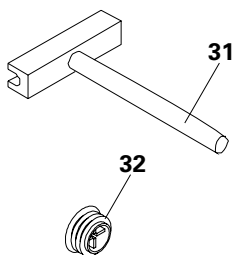

Fig. A5.03
Tappi (32) per chiusura dei fori inutilizzati. (Fig. A5.03)